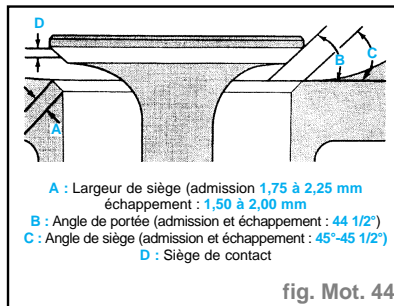

fig. Mot. 44
- Les soupapes d'admission et d'échappement possèdent un angle de portée de **44,5 à 45°C**. Les sièges de soupape possèdent un angle de face de **45 à 45,5°C**. Les angles de face et de siège de soupape sont illustrés (fig. Mot. 44).